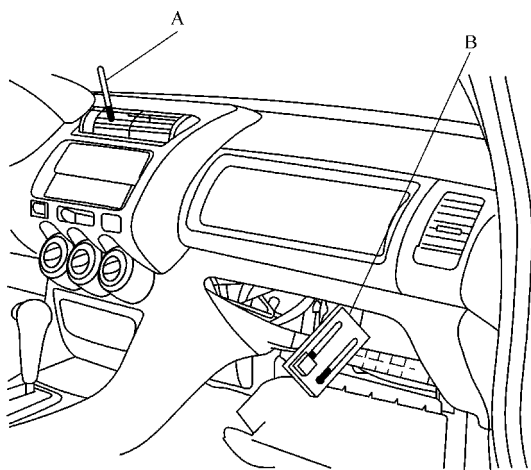

图 18-1 设置温度计
5) 如图 18-1 所示，在中央通风口上插一个温度计 A，该温度计用来采集空调送风温度。